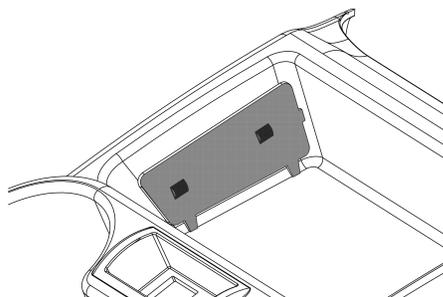

рис.1 Положение кронштейна на боковой стенке вещевого ящика.
3.1 На боковые стенки ниши (поз.1, **рис.3**) закрепите два кронштейна крепления БК (**рис.1, рис.2**).